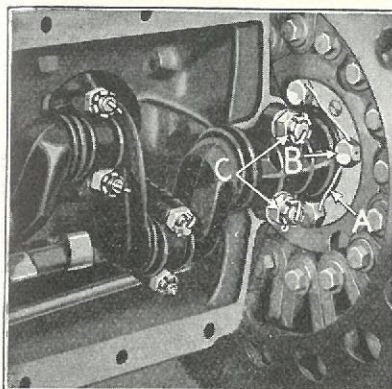

Fig. 257
- (a) Overklip Laasetraaden (Fig. 257-A) og skru Skruen »B« ud, som forhindrer, at Krumtaplejet kan løftes af Boltene.